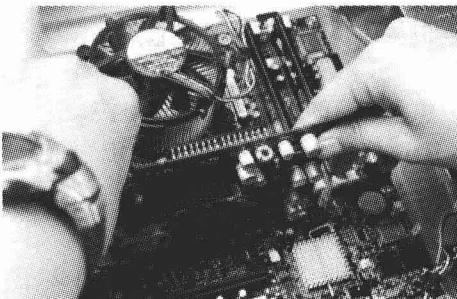

图 1.27 安装显卡
(7) 安装插卡（显卡、网卡等）。常见接口类型有 PCI 与 PCI-Express 两种接口，这两种接口卡所使用的插槽虽不同，但安装方式却都一样。先确认接口卡插槽，根据插槽的位置拆除机箱背后相应的挡片。将插槽末尾的白色塑料卡扳下，然后将显卡对准插槽均匀用力垂直插入插卡到底，将卡子拨起固定位置，最后用螺丝固定，如图 1.27 所示。注意：现在有很多主板集成了声卡、网卡的功能，如果对集成的声卡、网卡的性能不满意，可以按需要安装新的板卡，并在 BIOS 中设置屏蔽该集成设备，安装方法相同。